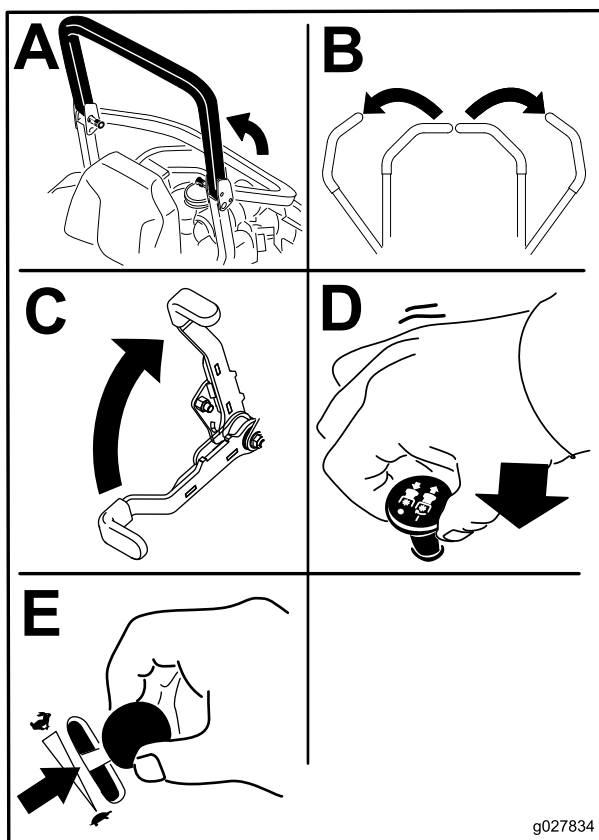

Figure 18
4. Placez la commande des lames (PDF) en position DÉSENGAGÉE (Figure 18).